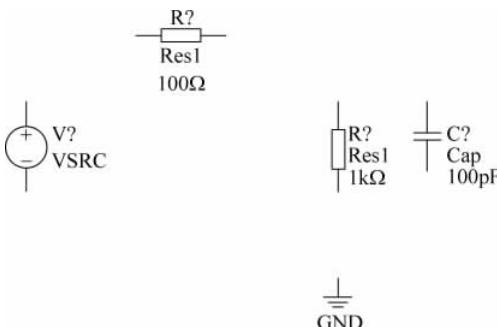

图 3-5 查找仿真元器件到原理图设计界面
(1) 从 Miscellaneous Devices. IntLib 库中分别找到名为 Res1 的电阻元器件和名为 Cap Semi 的电容元件，并将其按照如图 3-5 所示的位置进行放置。
(2) 从 Simulation Sources. IntLib 库中找到名为 VSRC 的元件，并按照如图 3-5 所示的位置进行放置。
(3) 单击 AD 主界面下工具栏内的 按钮，将 GND 按照如图 3-5 所示的位置进行放置。